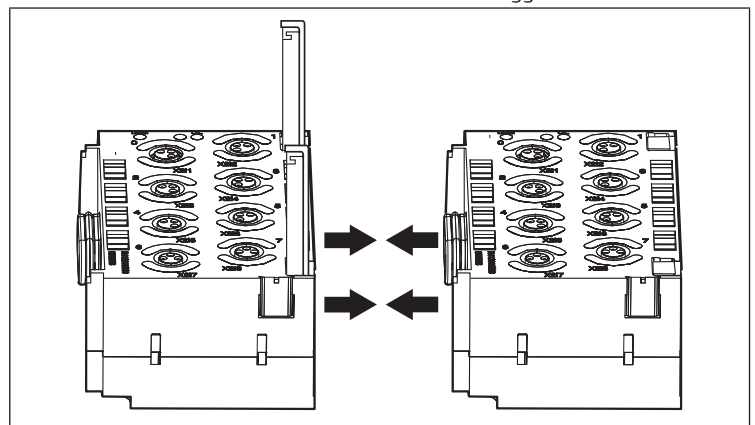

Fig. 10: Assemblaggio dei moduli
4. Posizionare il nuovo modulo I/O sulla superficie di montaggio e spingerlo sull'unità verso destra (vedere Fig. 10: Assemblaggio dei moduli). Assicurarsi che le guarnizioni siano posizionate correttamente.
4. Posizionare il nuovo modulo I/O sulla superficie di montaggio e spingerlo verso destra sull'ultimo modulo I/O (vedere Fig. 10: Assemblaggio dei moduli). Assicurarsi che le guarnizioni siano posizionate correttamente.